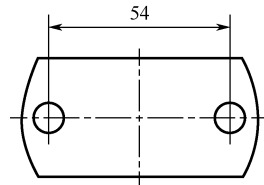

图 5-4 镜像复制小圆及中心线
(3) 以中间的垂直中心线为镜像轴，镜像复制  $\phi 9$  小圆及其中心线，如图 5-4 所示。